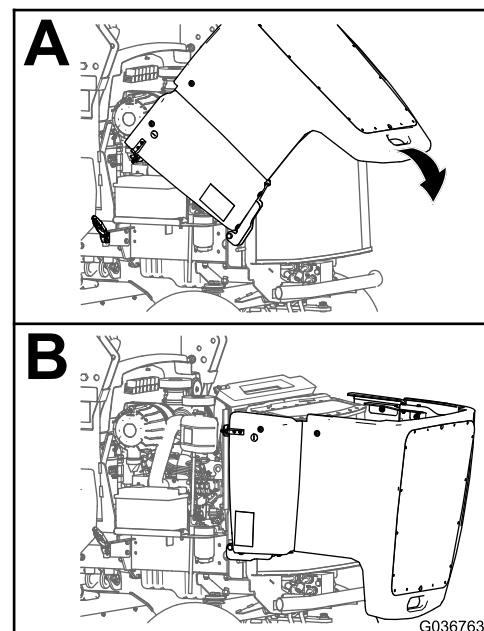

Figura 4
- Ruotate con cautela il cofano indietro e in basso (Figura 4).